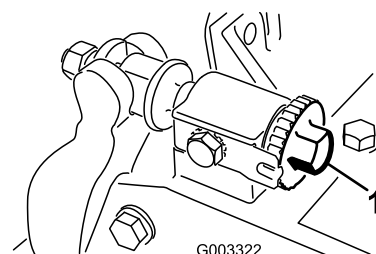

図 26
1. ベッドナイフ調整ノブ図 26を左に回して、ベッドナイフとリールの接触を完全になくす。